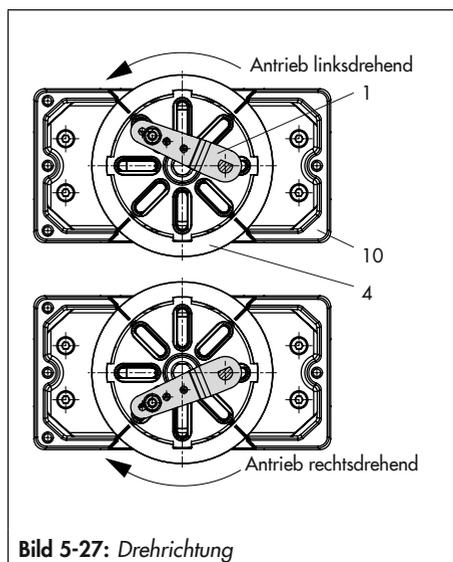

Bild 5-27: Drehrichtung
4. Kupplungsrad (4) auf die geschlitzte Antriebswelle oder den Adapter (3) stecken und mit Schraube (4.1) und Tellerfeder (4.2) festschrauben.
5. Am Hebel M (1) des Stellsreglers den Standard-Abtaststift (2) herauserschrauben. Den Abtaststift (Ø5 mm) aus dem Anbausatz an Stiftposition 90° verschrauben.
6. Stellsregler auf das Gehäuse (10) setzen und festschrauben. Dabei den Hebel (1) so ausrichten, dass er unter Berücksichtigung der Drehrichtung des Antriebs mit seinem Abtaststift in den entsprechenden Schlitz eingreift (vgl. Bild 5-27).